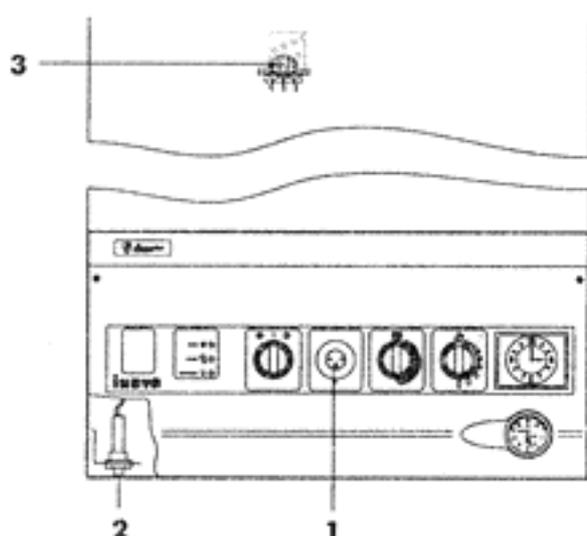

Fig. 1
Ouvrir le robinet du gaz. Tourner le bouton de la soupape du gaz (fig. 1, pos. 1) en position pilote (\*), et l'enfoncer à fond tout en actionnant le bouton de l'allumage piézo-électrique (fig. 1, pos. 2), jusqu'à ce que s'allume la flamme du brûleur pilote (fig. 1, pos. 3); ensuite attendre quelques secondes avant de relâcher le bouton (2). Si, quand on relâche le bouton, la flamme s'éteint, répéter l'opération en le maintenant enfoncé plus longtemps. Ensuite, tourner le bouton de la soupape du gaz (1) en position brûleur (B).